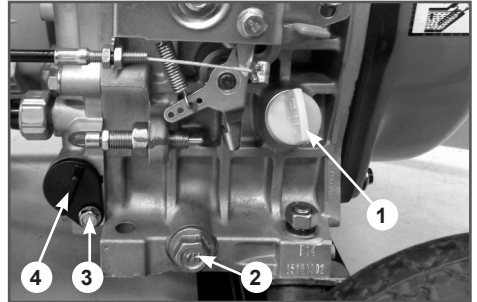

Рис. 11 Замена моторного масла
3. Извлеките крышку-щуп (Рис. 11 п. 1) из маслосаливной горловины и вытрите щуп чистой ветошью.
4. Открутите пробку (Рис. 11 п. 2) для слива масла и слейте отработанное масло в подготовленную для этого емкость.
6. Открутите болт фиксации масляного фильтра (Рис. 11 п. 3). Во избежание пролива масла подложите кусок ветоши под масляный фильтр, после чего извлеките масляный фильтр (Рис. 11 п. 4).